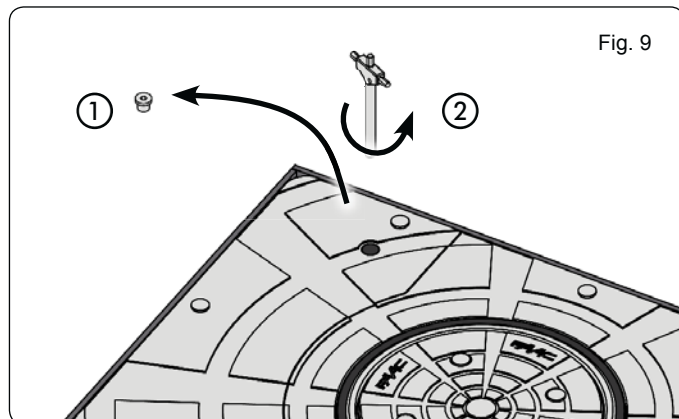

Fig. 9
1. Desaparafusar o parafuso de fechamento que encontra-se na parte superior do dissuasor (Fig. 9, referência ①).
3. Girar em sentido anti-horário para provocar o abaixamento do dissuasor (Fig. 9, referência ②).